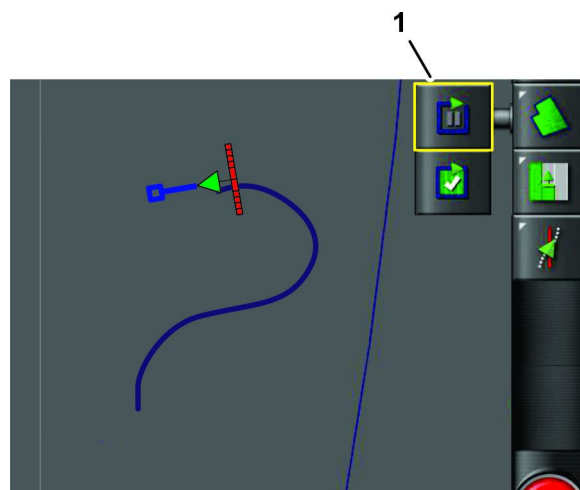

Bild 42
2. Tippen Sie auf das Symbol für die ERFASSEN DER FELDGRENZE PAUSIEREN (Bild 42).